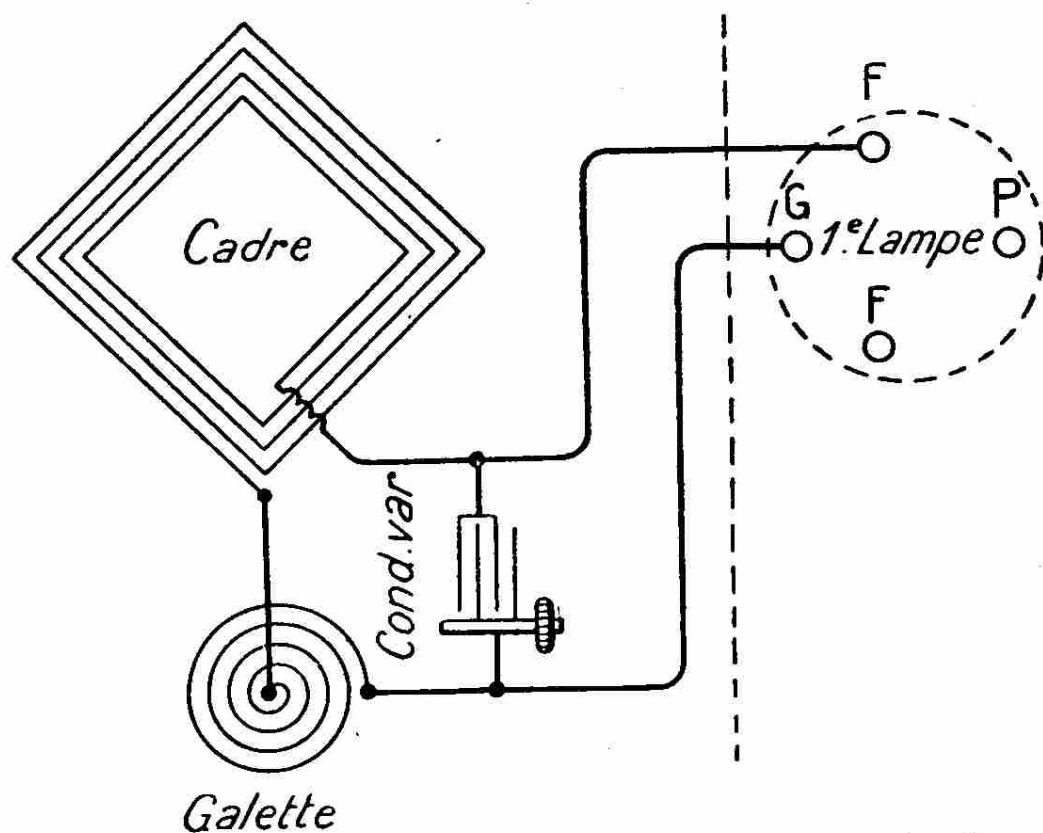

Fig. 100. — Adaptation d'un cadre au montage à résonance.
des ondes courtes que l'on obtient difficilement avec les montages à résistances (1). Avec ce système on peut essayer des réceptions sur cadre. Pour cela, on remplacera la partie à gauche par le schéma de la fig. 100, dans laquelle nous